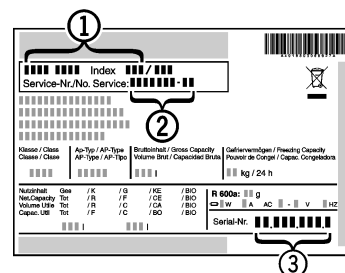

Fig. 9
- ▶ Consulte la denominación del aparato Fig. 9 (1), el nº de servicio Fig. 9 (2) y el nº de serie Fig. 9 (3) en la placa de identificación. La placa de identificación se encuentra en la parte interior izquierda del aparato.
- ▶ Informe al servicio postventa indicando el fallo, la denominación del aparato Fig. 9 (1), el nº de servicio Fig. 9 (2) y el nº de serie Fig. 9 (3).